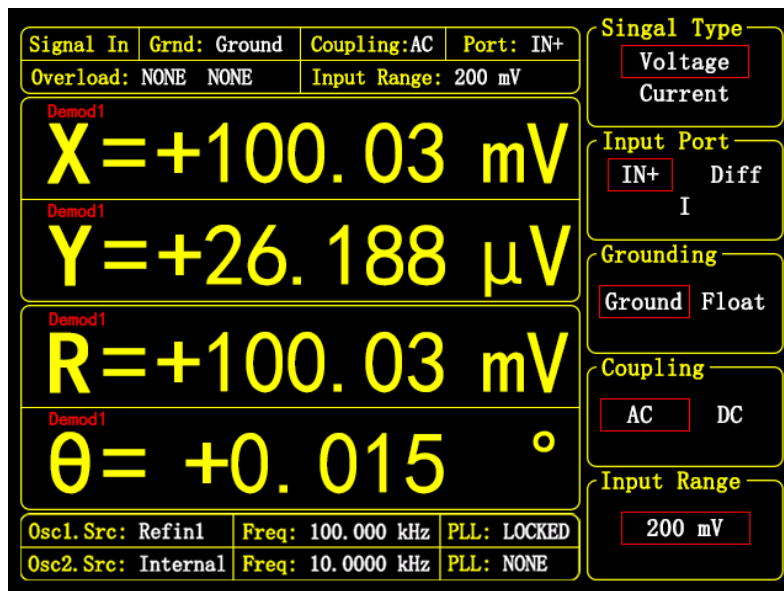

图 115. 修改 Input Range 值的界面
0. 当发送了指令“IRNG2;”之后，OE2011 状态栏 <Input Range> 值会改变为指令参数所对应的值 <200 mV>。屏幕界面如图115所示：